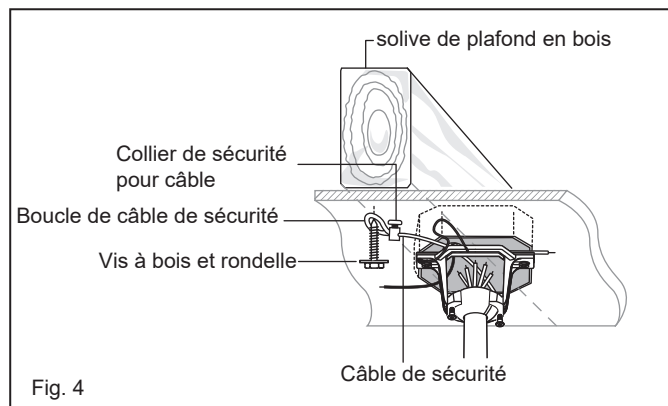

Fig. 4
REMARQUE : La languette opposée à l'ouverture du support de suspension doit s'insérer dans la fente de la rotule (Fig. 4).
- 2 Connectez les fils noirs du commutateur dans le berceau A aux fils noirs dans le boîtier de commutation. Fil d'entrée chaud vers l'un des fils du commutateur du socle. Le fil d'alimentation du ventilateur est connecté au fil de l'interrupteur restant. (Fig. 4)